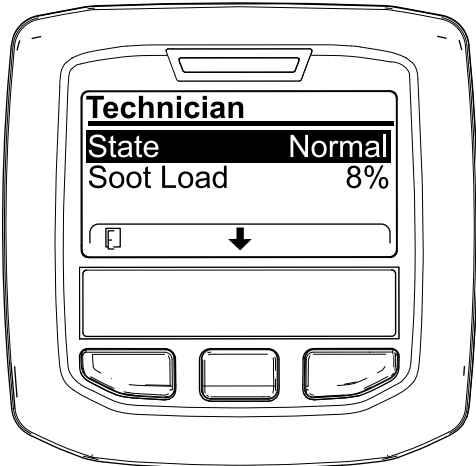

Figura 26
- Utilize a tabela de funcionamento do DPF para compreender o estado atual do funcionamento do DPF (Figura 26).